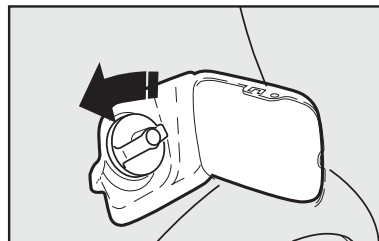

fig. 157
- Gire la llave en sentido antihorario y gire la tapa en el mismo sentido, hasta que esta se libere **fig. 157**.